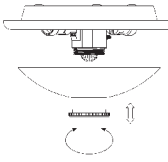

Figura 1
- Desenrosque la tuerca de plástico y retire la cubierta. (Consulte la figura 1).
- Desaperte a porca de parafuso plástico e remova o abajur de vidro (consulte a figura 1).